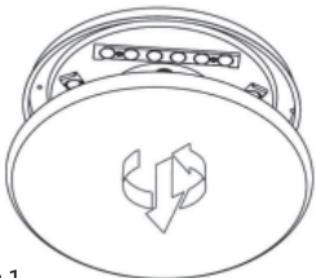

fig.1
- 1. fig. 1:** Retirez le dôme de la plaque (système de verrouillage à baïonnette).